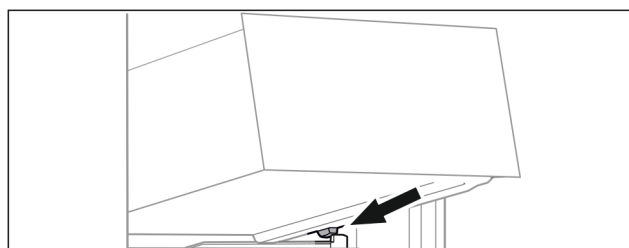

Fig. 62
- ▶ Placer le tiroir, en l'inclinant, derrière les butées sur la nervure de récipient. (voir Fig. 62)